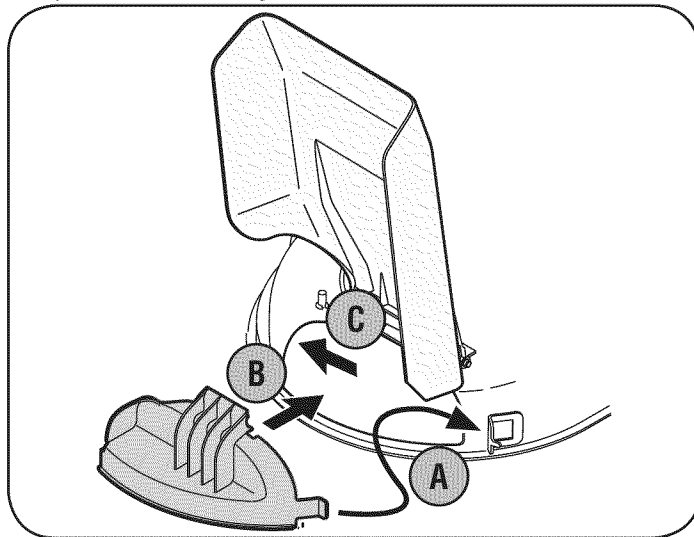

Figura 12
1. Inserte la lengüeta derecha (A) de la clavija en el soporte de la plataforma. Vea la Figura 12.